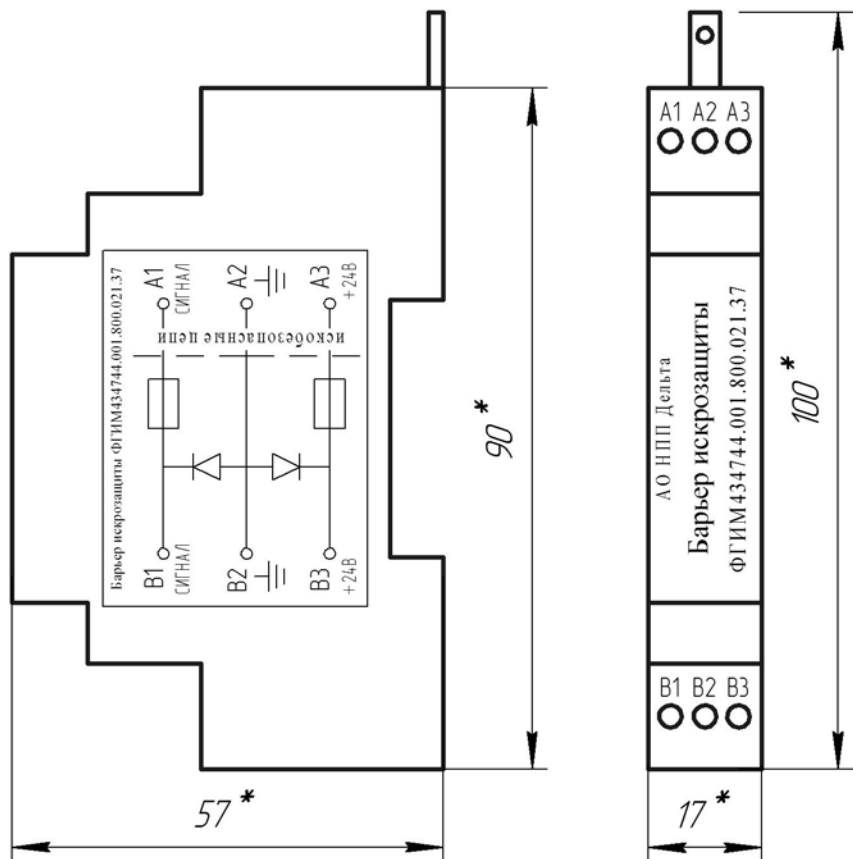

Рис. 9. Габаритные размеры барьера искрозащиты.
2.10. При необходимости, по требованию потребителя, для горючих газов между пультом контроля и датчиками могут устанавливаться дополнительные блоки искрозащиты, содержащие плавкие предохранители, резисторы и защитные диоды. Габаритные размеры барьера искрозащиты показаны на рис. 9.